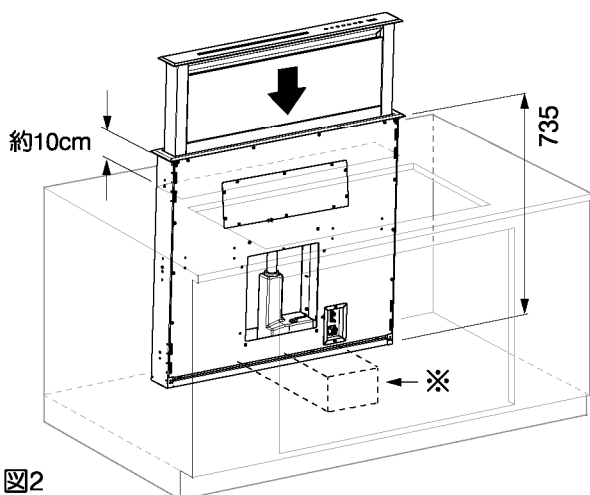

図2
2. ワークトップに落とし込む前に、図2のようにトップから10cmほど浮かせた状態になるような適当な高さの置台（※）を準備してください。